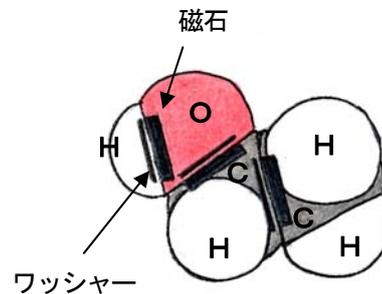

図7 磁石とワッシャーの組合せ方
(4) 発泡スチロール球をつなぐ
- ① C-H結合はボンドで接着する。
- ② O-H結合, C-O結合及びC-C結合は, 磁石とワッシャーを組み合わせてつくる (図7)。